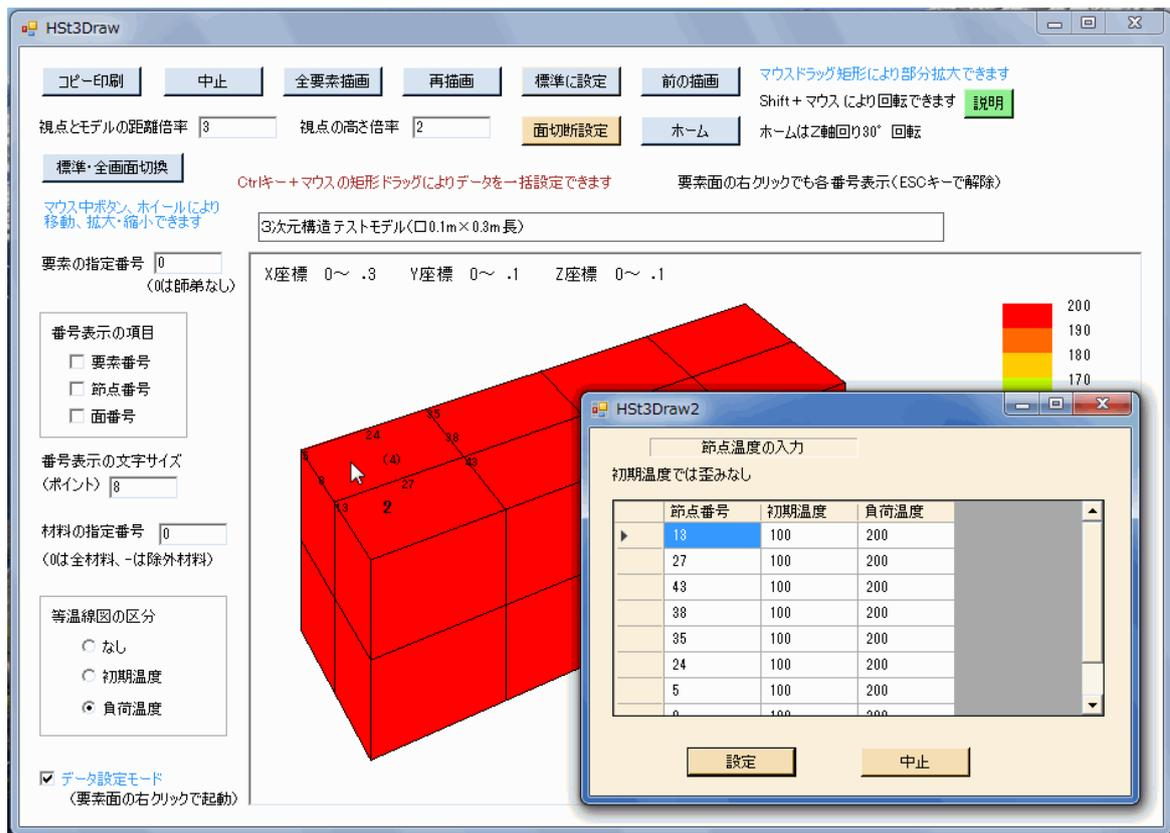

図5-20 構造作画のデータ設定モードにおける温度入力画面
16) 「データ設定モード」を選択して、任意の要素面を右クリックすると図5-20のように温度入力画面が出て、データ入力・変更を実施できます。同画面で画面で「設定」ボタンをクリックすると、データ変更が実施されます。